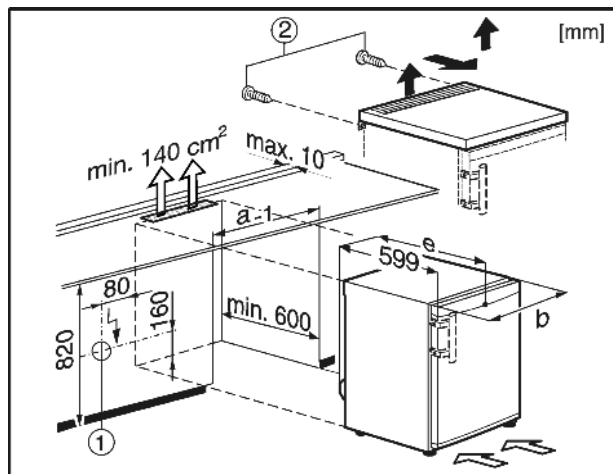

Fig. 9
Vtičnica Fig. 9 (1) mora biti pri tem lahko dostopna in izven ploskve, ki jo pokriva zadnja stran aparata.
- ▶ Odstranite vijake Fig. 9 (2) na zadnji strani.